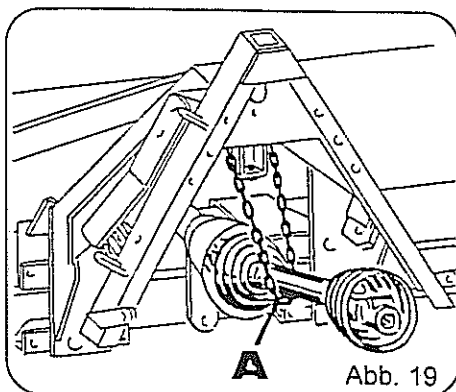

Abb. 19
- Gelenkwelle vom Traktor abziehen und in die dafür vorgesehene Kette einlegen (Abb. 19, Pos. A).